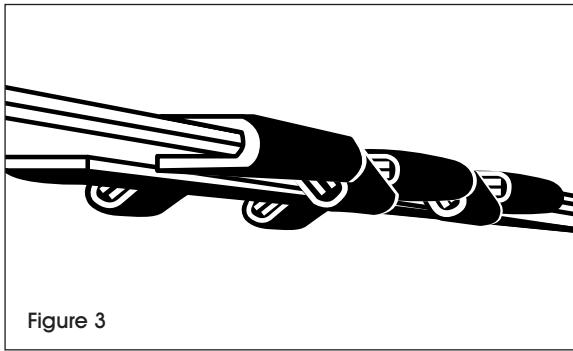

Figure 3
3. Remove the sealer and inspect the seal to verify the seal is properly holding the strap. The seal should have a total of four indentations, two on each side. The notches should be centered on the seal. The seal should lay flush against the strapping with both ends of the strapping passing completely through the seal. (See Figure 3)
- Retirez la scelleuse et vérifiez le joint pour vous assurer que le feuillard est bien tenu par le joint. Le joint doit présenter un total de quatre renflements, deux de chaque côté. Les encoches doivent être centrées au milieu du joint. Le joint doit reposer à plat contre le cerclage dont les deux extrémités doivent passer complètement à travers le joint. (Voir Figure 3)